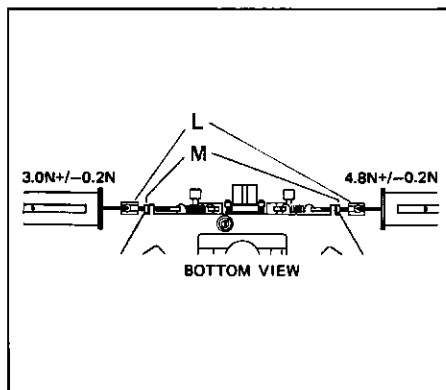

Fig. 3.10
- Den Spezialbolzen [L] an den Gewindestift anschrauben und eine Federwaage einhängen und daran ziehen, bis zwischen der Vierkantschraube [M] und der Halterung ein Luftspalt entsteht (Fig. 3.10).
- Screw special pin [L] to the headless set-screw, attach a spring dynamometer and pull at the latter until an air gap is created between the square nut [M] and the mounting. (Fig. 3.10)
- Vissez le boulon spécial [L] à la tige filetée, accrochez-y le dynamomètre et tirez jusqu'à ce qu'apparaisse un jeu entre l'écrou à 4 pans [M] et le support. (Fig. 3.10)